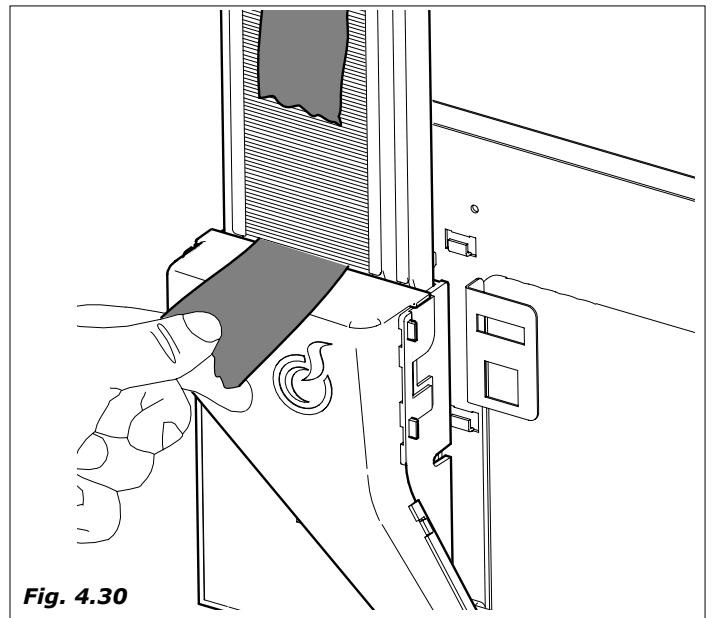

Fig. 4.30
- colocar las paletinas con el papel de embalaje; cuando están en posición quitar el papel que las sujeta (Fig.4.30)